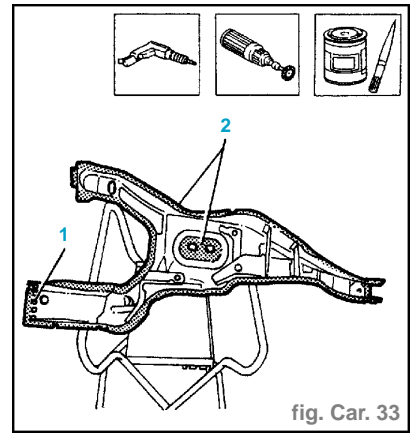

fig. Car. 33
- Redresser les bords de tôle par tas profilé à marteau (2).
- Exercer des trous équidistants comme indiqué en figure (1) (fig. Car. 33).
- Appliquer le vernis électrosoudable sur les bords de tôle indiqués en figure (2).